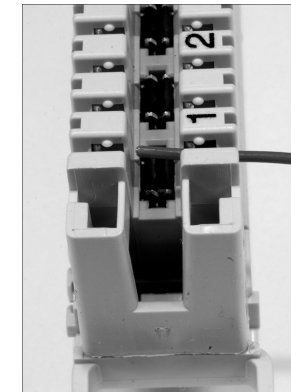

Abbildung 2.13 Lose aufliegende Einzelader
4. Legen Sie die erste der freigelegten Adern in die richtige Schneid-Klemme (Farbcode oder Nummer beachten, siehe auch Tabelle 2.3 und Tabelle 2.4). Die einzelne Ader liegt dabei lose mit etwas Überstand auf (Abbildung 2.13).